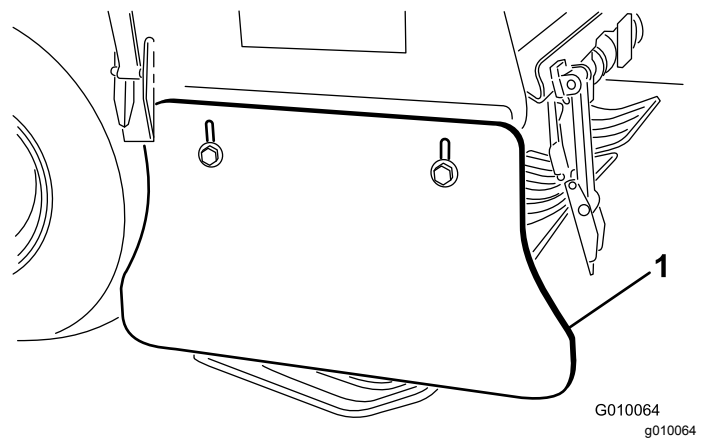

Figura 63
2. Afloje los pernos y tuercas que sujetan el protector lateral al bastidor (Figura 63).